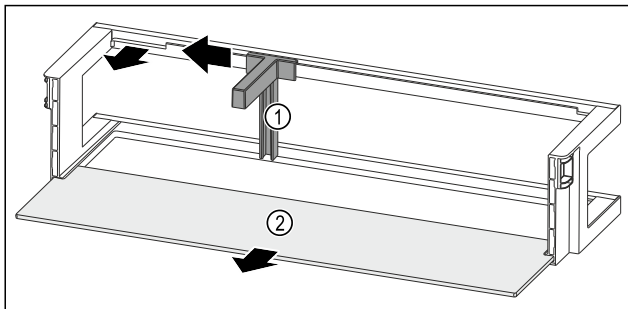

Fig. 51 Pudelihooidiku ja riiuliga ukseriulid
- ▶ Lükake pudelihooidikut Fig. 51 (1) kuni väljalõikeni küljele.
- ▶ Võtke pudelihooidik Fig. 51 (1) välja.
- ▶ Võtke riiul Fig. 51 (2) välja.